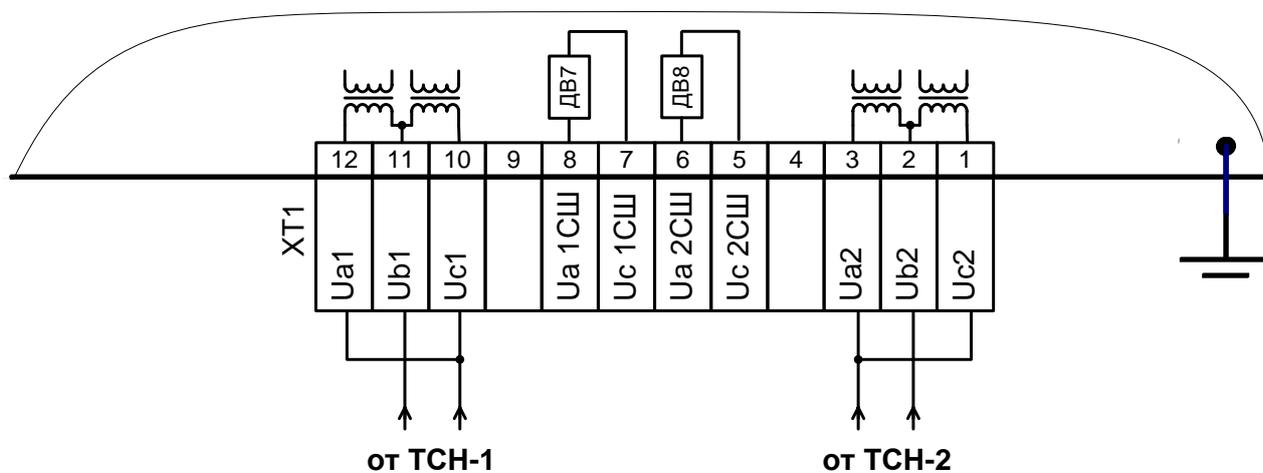

Рисунок 4 – Схема подключения устройства УАВР-01 при использовании на объекте с однофазными трансформаторами ТЧН-1(2)
5.1.1 Контролируемое напряжение, поступающее от ТСН-1 и ТСН-2, одновременно является и напряжением питания для устройства. Номинальное входное трехфазное линейное напряжение ~100, 220, 230, 380 В 50 Гц (в зависимости от исполнения). В случае, использования на объекте однофазных трансформаторов ТСН, однофазное напряжение ТСН-1 подается на объединенные входы U_{a1} и U_{c1} устройства УАВР (клеммы 10,12 и 11 колодки ХТ1), а ТСН-2 на объединенные входы U_{a2} и U_{c2} (клеммы 1, 3 и 2 колодки ХТ1) – рисунок 4.
ВНИМАНИЕ! В случае, использования на объекте однофазных трансформаторов ТСН-1(2), однофазное напряжение от ТСН-1 подается на объединенные входы U_{a1} и U_{c1} устройства УАВР-01 (клеммы 10,12 и 11 ХТ1), а от ТСН-2- на объединенные входы U_{a2} и U_{c2} (клеммы 1,3 и 2 ХТ1) – рисунок 4.